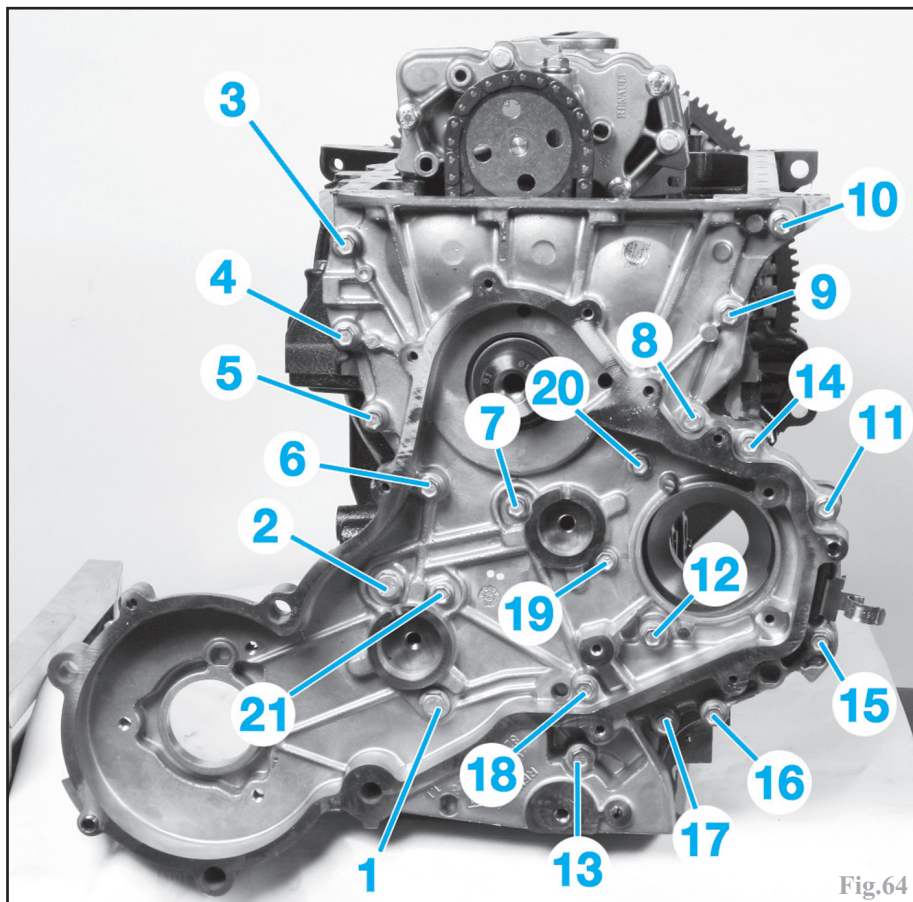

Fig.64
-mettre en place le joint d'étanchéité entre le carter-cylindres et le carter intérieur de la cascade de pignon, puis reposer ce dernier en le serrant dans l'ordre et au couple prescrit (Fig.64).